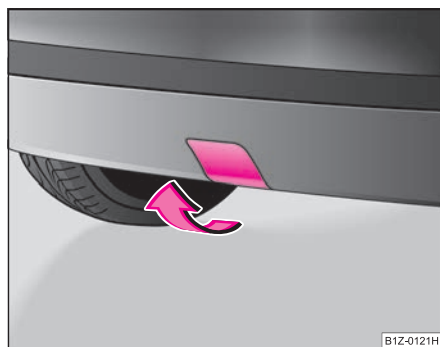

Fig. 215 Bara de protecție din spate: Demontarea capacului
- Scoateți capacul din bara de protecție ⇒ fig. 215.